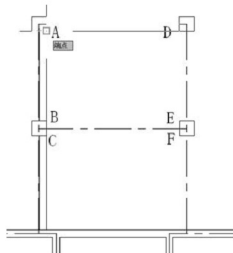

图 2.58 绘制 AD 墙的正确操作
(6) 按 Enter 键重复【多线】命令。
① 在指定起点或[对正(J)/比例(S)/样式(ST)]:提示下,捕捉 D 点。
② 在指定下一点或[闭合(C)/放弃(U)]:提示下,将光标水平向左拖动,然后捕捉 A 点(图 2.58)并按 Enter 键结束命令,绘制出 DA 墙。
(7) 按 Enter 键重复【多线】命令。
① 在指定起点或[对正(J)/比例(S)/样式(ST)]:提示下,捕捉 E 点。
② 在指定下一点或[闭合(C)/放弃(U)]:提示下,将光标垂直向上拖动,然后捕捉 D 点并按 Enter 键结束命令,绘制出 ED 墙。